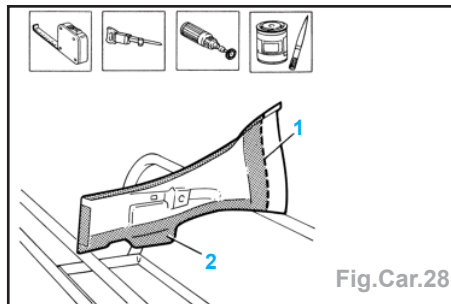

Fig.Car.28
- Effectuer une soudure MIG à fil continu (2).
- Effectuer une soudure par points aux endroits indiqués (3).
- Découper la tôle de fermeture de longeron de rechange (1) (Fig.Car.28).